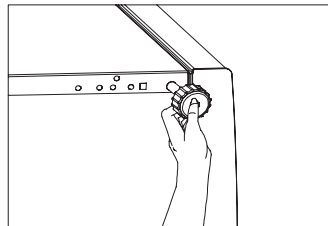
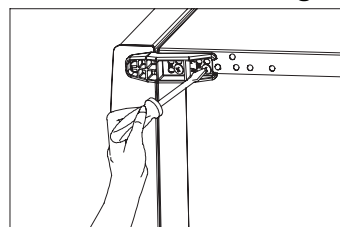

Fig. 1
Fig. 2
1. Appoggiare l'apparecchio sul fianco sinistro. Svitare entrambi i piedini di livellamento destro e sinistro (Fig. 1). Estrarre le viti che fissano la cerniera inferiore e rimuoverla. Rimuovere attentamente la porta facendola scorrere dal perno della cerniera superiore.
1. Rimuovere la copertura della cerniera (Fig. 1). Svitare le due viti e rimuovere la porta (Fig. 2).